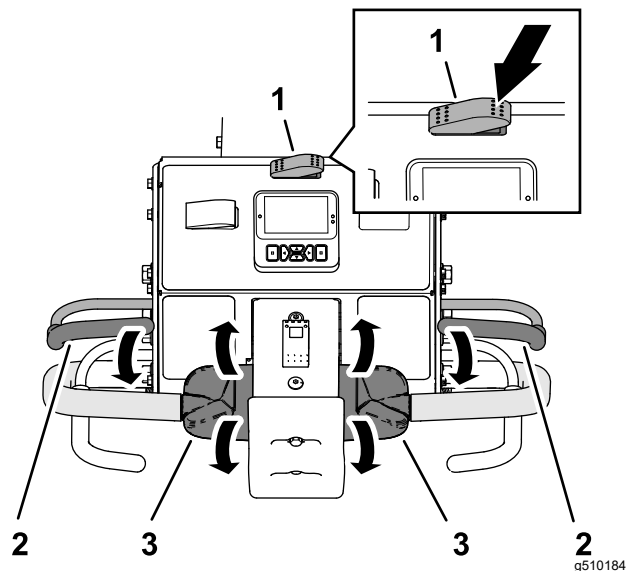

Figura 80
3. Apăsai partea dreaptă a comutatorului de transport/aerare în poziia AERARE (Figura 80).
(Figura 80) i strângei maneta spre bara de ghidare.